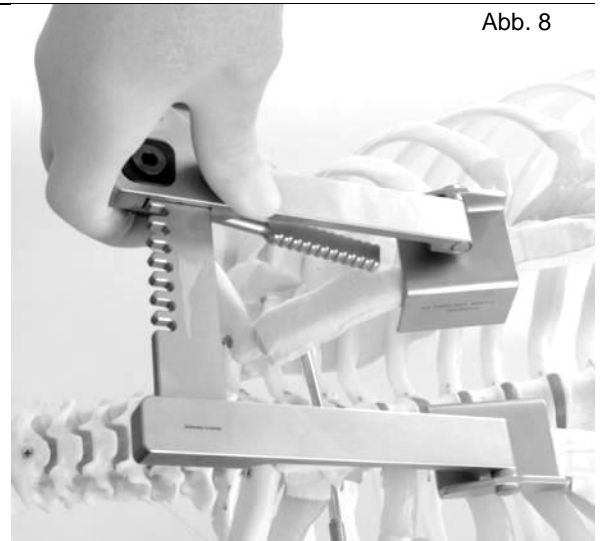

Abb. 8
V. a. bei kleinem Situs, wie er bei Z-Schnitt-Sternotomie die Regel ist, ist der Präparationsraum extrem klein, wodurch beispielsweise die Kannulierung aber auch nachfolgende Präparationsschritte den Operateur überdurchschnittlich fordern. Der MARJAN MGH Spreizer löst dieses Problem durch die Möglichkeit, den gesamten Rahmen um die Achse der Blätter herum nach cranial zu flippen. Ergebnis: Ein völlig frei zugänglicher Situs (vgl. Abb. 8).